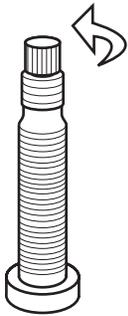

Figure 36. Tournez la valve dans le sens horaire.
1. Tournez la valve dans le sens horaire. Donnez-lui une touche ferme pour la verrouiller en position entièrement ouverte afin de l'empêcher de vibrer en position fermée pendant la conduite (Figure 36).